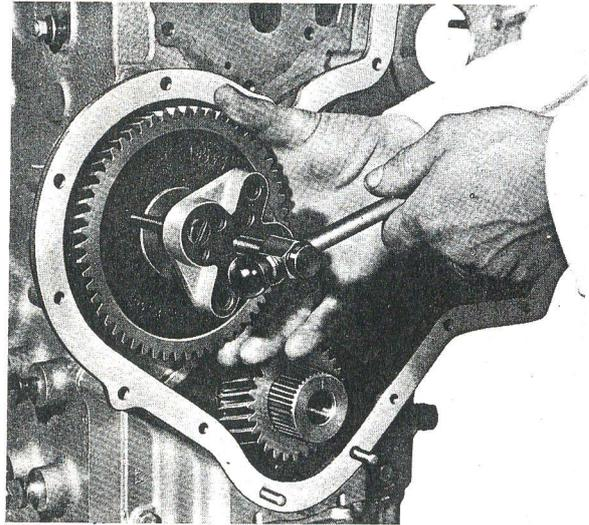

Fig. L4 — Dépose du pignon d'arbre à cames.
3. A l'aide d'un extracteur, déposer le pignon de commande de l'arbre à cames (fig. L4).